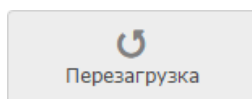

Рисунок 9.73 — Кнопка **Перезагрузка**
2. В списке устройств сети выберите требуемое устройство(а), нажмите на кнопку **Перезагрузка** (рисунок 9.73).